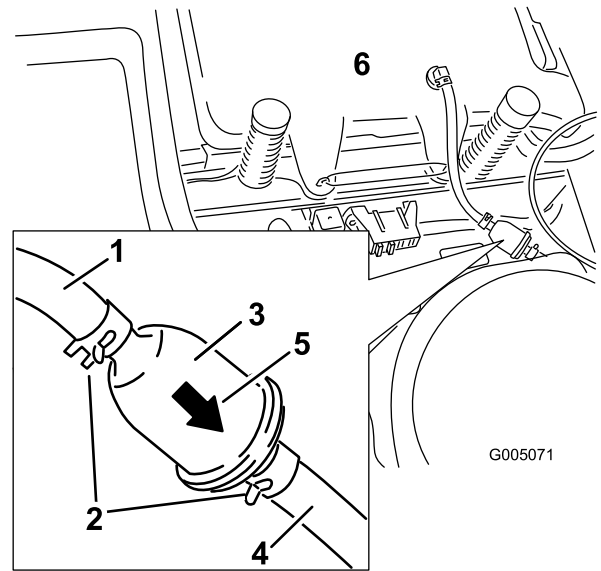

Figura 31
4. Apriete los extremos de las abrazaderas y deslícelas por el tubo alejándolas del filtro (Figura 31).
6. Instale un filtro nuevo – la flecha que indica el sentido de flujo debe apuntar hacia el motor. Acerque las abrazaderas al filtro (Figura 31) para sujetarlo.